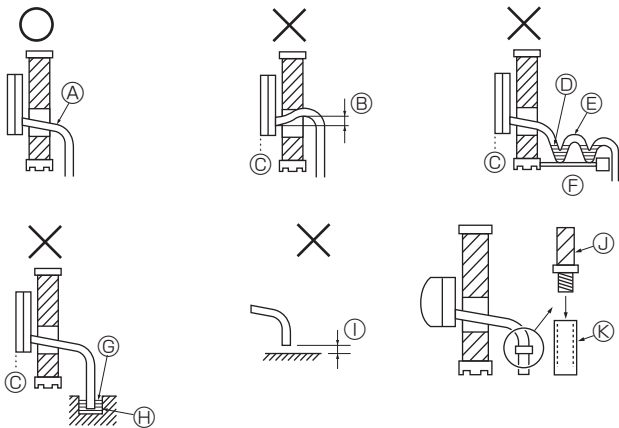

Fig. 5-1
5.1. Դրենաժային խողովակների տեղադրում (Fig. 5-1)